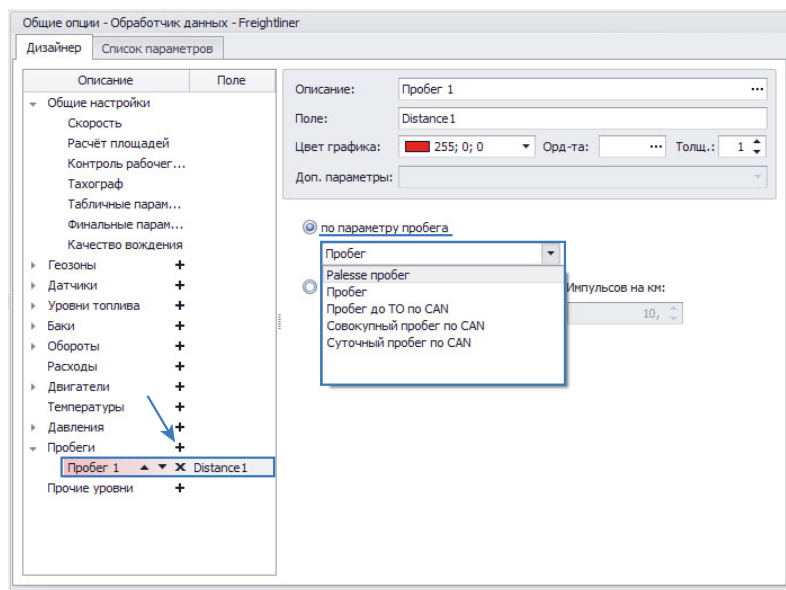

Рис.60. Расчет пробега по параметру.
Для того чтобы настроить расчет пробега необходимо добавить новый параметр в группу «Пробеги» (Рис.60).
1. по параметру пробега (Рис.60). При такой настройке используется запись пробега бортового контроллера «АвтоГРАФ»: